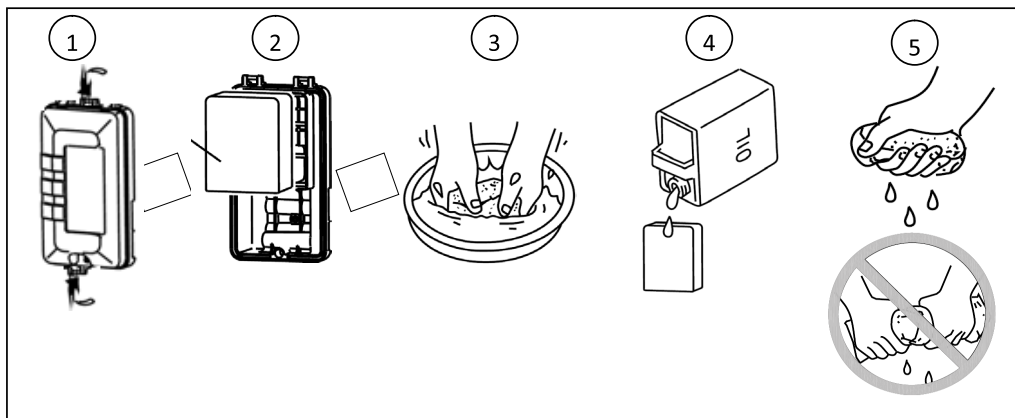

Рис. 24
1. Снимите крышку воздушного фильтра, открыв две скобы крепления крышки (Рис. 24);